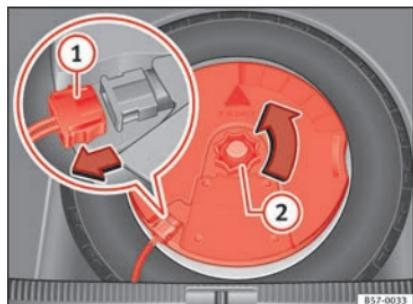

Fig. 256 Dans le coffre à bagages : démonter le subwoofer.
- Déconnectez le câble du haut-parleur *subwoofer* »**fig. 256 ①**».
- Dévissez la molette de fixation en la tournant dans le sens inverse des aiguilles d'une montre »**②**».